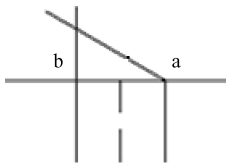

图5-56 绘制虚线
(5) 单击“默认”选项卡“绘图”面板中的“直线”按钮,捕捉线段ab的中点,以其为起点,竖直向下绘制长度为3.5 mm的直线,并将其所在图层更改为虚线层,如图5-56所示。